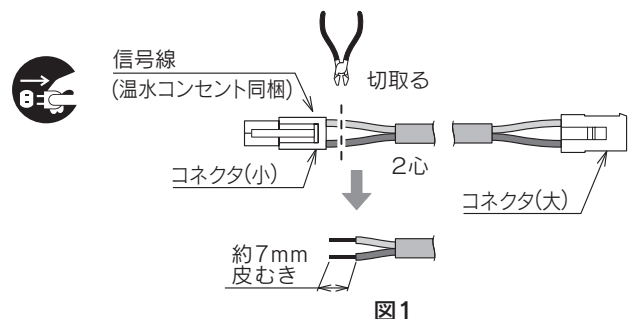

図1
4. 信号線のコネクタ(小)側のコネクタを切り取り、被覆を約7mm皮むきます。(図1)